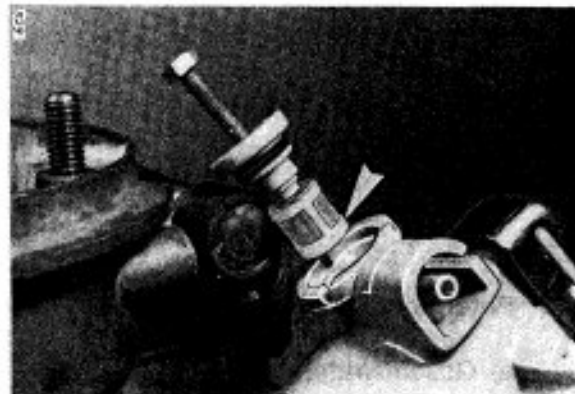

Bild 18
- Filter entnehmen und neues, mit der breiten Seite (Pfeil) Bild 18 voran, einsetzen. Dabei auf Sauberkeit achten.